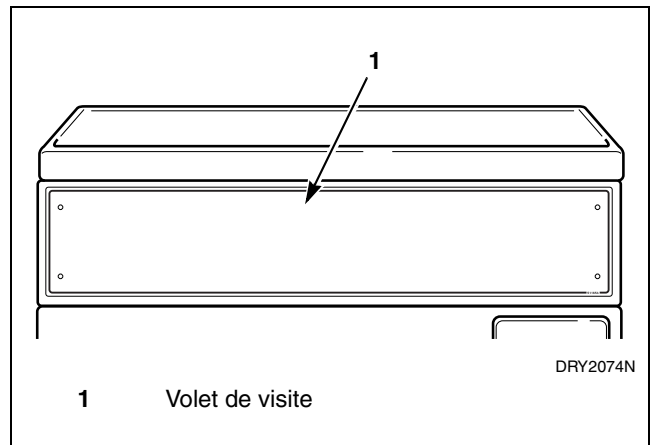

Figure 1
1. Ouvrir le volet de visite. Voir *Figure 1*.